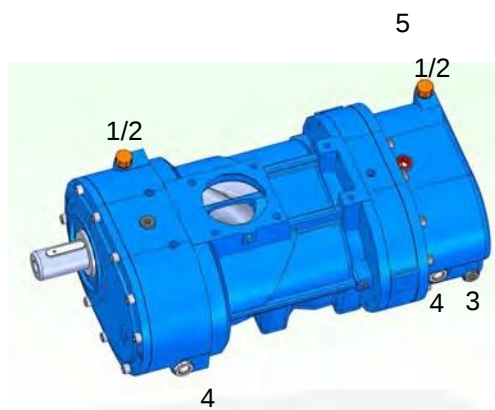

Рис. 61: Ступень компрессора
- 5. ➤ Отвинтите шланг от пробки для слива масла (Рис. 61/3) и соберите масло в сборный контейнер.
- 7. ➤ Снова затяните шланг с помощью винтов для слива масла (Рис. 61/3) (момент затяжки см. В Моменты затяжки, стр. 110)